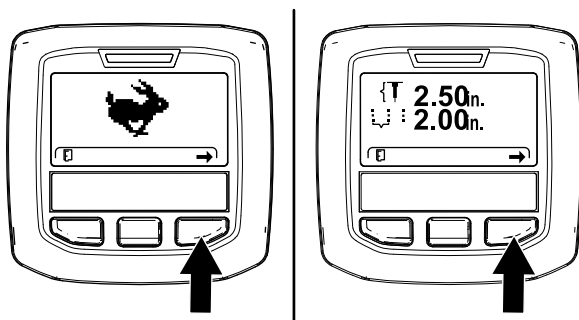

Bild 65
**Hinweis:** Der Bildschirm für den TRANSPORTBETRIEB oder der Bildschirm für den AERIFIZIERBETRIEB wird angezeigt (Bild 65).